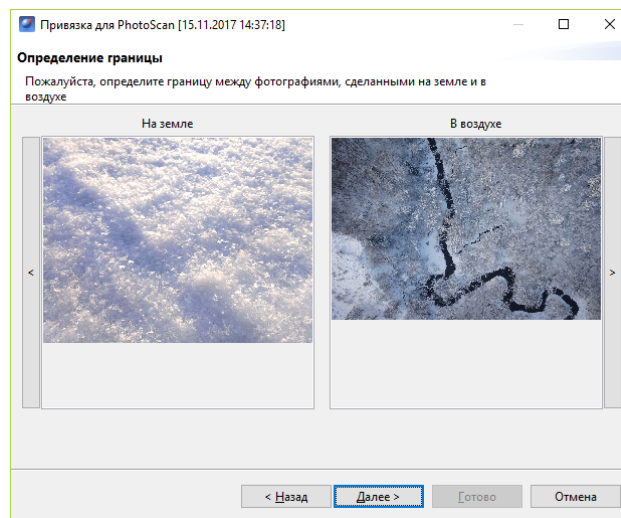

Рис. 126: Определение границы между фотографиями
4. Определите границу между фотографиями, сделанными на земле и в воздухе (рис. 126).